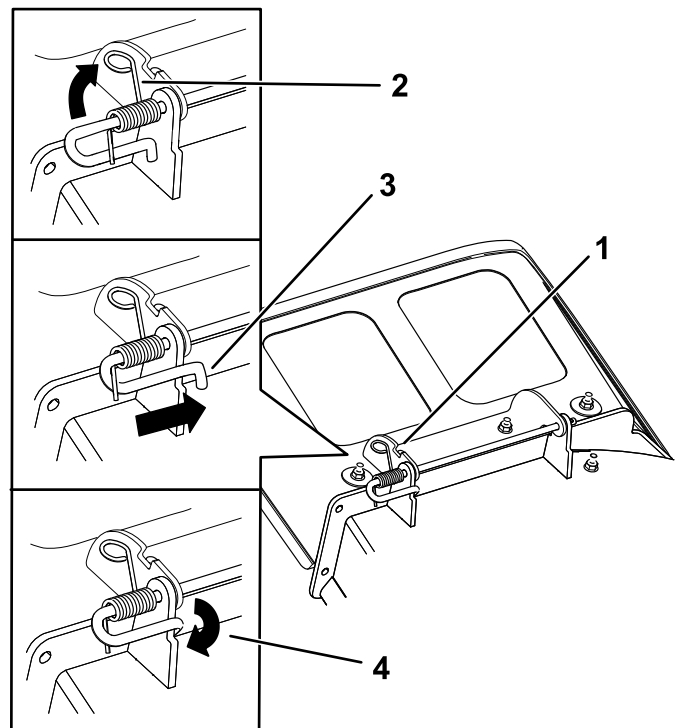

Bild 79
3. Platzieren Sie das neue Auswurfablenkblech mit den Enden der Halterung zwischen die geschweißten Halterungen am Mähwerk, wie in Bild 79 dargestellt.
5. Positionieren Sie die Feder so auf der Stange wie in Bild 79 dargestellt, sodass das kürzere Federende von unter der Stange vor der Biegung hervorkommt und nach der Biegung über der Stange verläuft.
6. Heben Sie das Ende der Feder mit der Öse an und platzieren Sie es in der Kerbe auf der Ablenkblechhalterung (Bild 79).
7. Befestigen Sie die Stangen- und Federbaugruppe, indem Sie sie so drehen, dass sich das kurze Ende der Stange hinter der geschweißten Halterung am Mähwerk befindet (Bild 79).